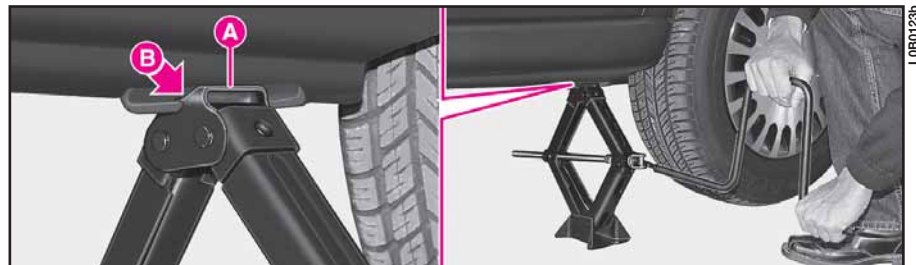

fig. 8
14) Assicurarsi che la scanalatura **A** (fig. 8) del cric sia inserita correttamente sull'aletta **B** del longherone.